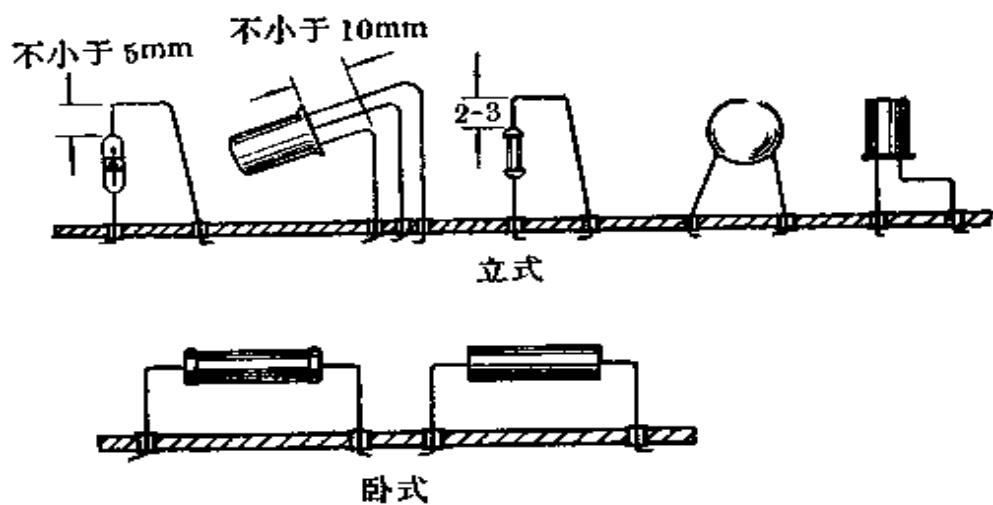

图 4-16
- (1) 装磁棒。在小孔 20、21 上装上磁棒支架，并把磁棒和线圈装上。
- (2) 装可变电容器  $C_1$ 。把单连的轴柄装入孔 25，并在小孔 26、27 中装上固定螺丝。
- (3) 装高频阻流圈 GZL。先在孔 24 周围和高频阻流圈磁芯上涂上胶水，再将磁芯嵌入孔内粘牢。
- (4) 装耳机插口 CZ。将耳机插口的装配螺帽旋下，对准底板上孔 23 装上，然后在底板背面用原来的螺帽旋上拧紧。
- (5) 上述大元件安装完毕后，再将其他元件（偏流电阻  $R_1$  除外）插入各有关的孔中。小元件安装方法参见图 4-16。在安装晶体三极管和二极管时，特别注意管脚不要插错。